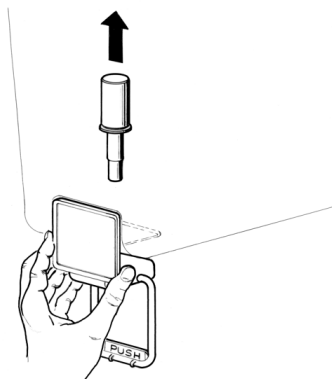

figura 3
- 6 **Grifo en acero inox por gravedad:** Sacar el pistón y desmontar la palanca mando grifo (ver figura 3).